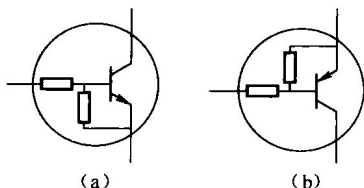

图 1-10 带阻三极管
(1) 单三极管。在单三极管中，c 极因电流大，需良好散热，所以一般较宽，起散热片作用。
(2) 带阻三极管。目前，手机中最常用的三极管是带阻三极管，在电路中起开关的作用，如图 1-10 所示。